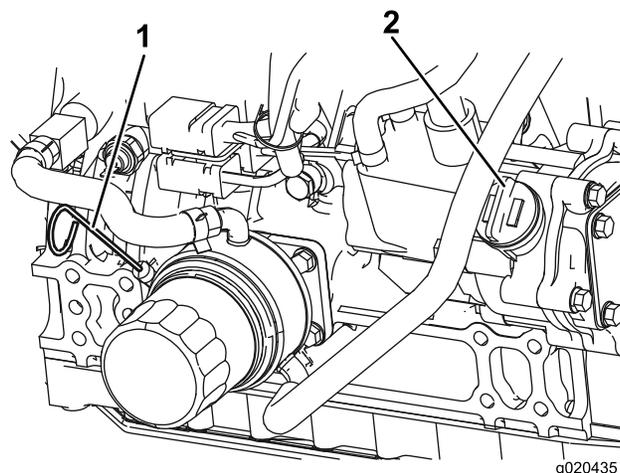

Figura 88
El nivel de aceite debe estar en el intervalo seguro (Figura 88).
4. Si el nivel de aceite está por debajo del intervalo seguro, retire el tapón de llenado (Figura 88)